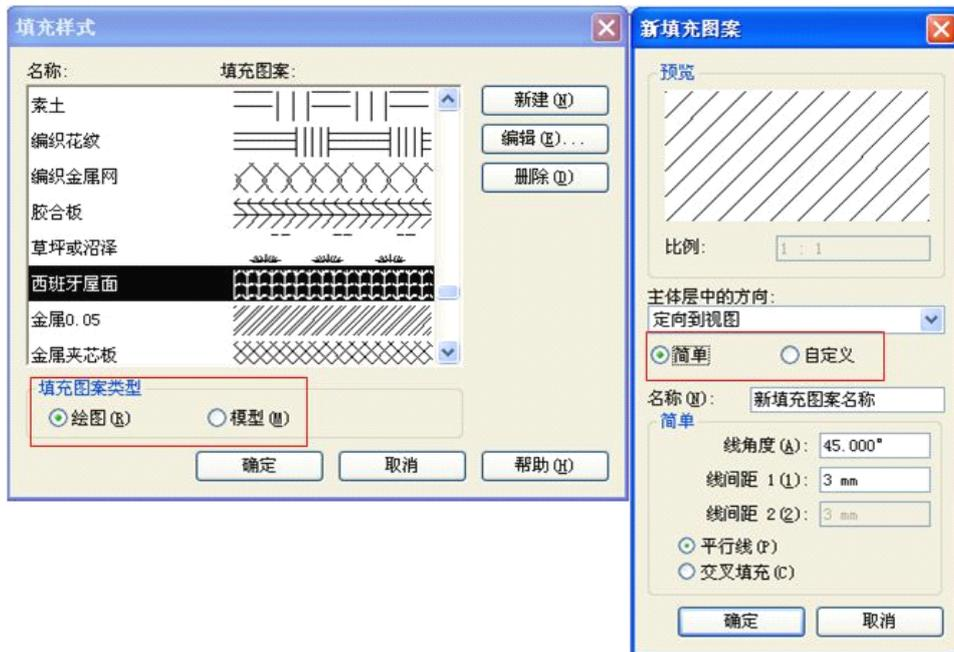

图 21.3-10
- 在填充样式对话框里点击“新建”打开“新填充图案”对话框就可以补充填充样式了。添加的方式有简单和自定义两种，更多丰富的填充样式需要的是自定义这种方式来进行补充。它是通过导入外部的影线填充图案文件 (*.pat) 中的图案来实现的（如图 21.3-10 所示）。